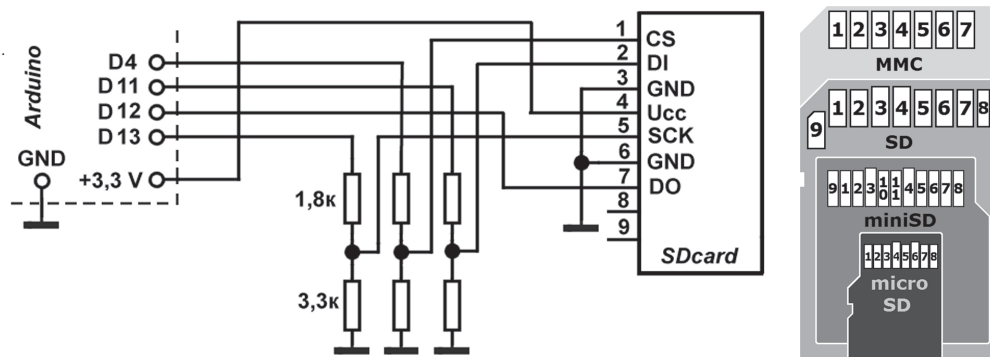
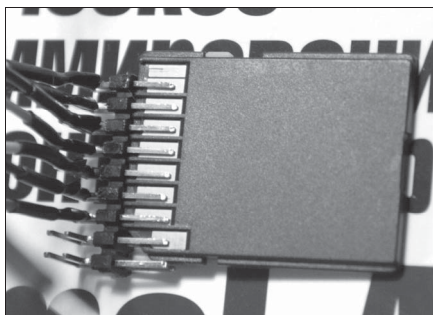

Рис. 21.4. Схема переходника для SD-карты и нумерация выводов для карт разных типов
Рис. 21.5. Самодельный отладочный разъем для SD-карты
Первая проблема заключается в подключении SD-карты к схеме. Конструкция SD-карт предполагает упаковку их в корпуса различных габаритов, потому приходится подбирать стандартные «шилды» именно под тот корпус, который имеется, или запастись переходниками. Решение это довольно громоздкое, потому, если вы не найдете готовой малогабаритной платы, можно сделать самодельный переходник по схеме, показанной на рис. 21.4. Здесь контакт «выбор кристалла» (CS) подключен к выводу 4 платы Arduino (в расчете на стандартную библиотеку SD, которая входит в поставку Arduino), но, разумеется, можно задействовать и любой другой, который позволяет выбранная библиотека.
Для беспрепятственной вставки и извлечения карты, вообще говоря, необходимо специальное гнездо — если вы посмотрите на изображения карт разных типов на рис. 21.4, *справа*, то увидите, что у многих контакты размещены тем или иным нестандартным способом (и частично с нестандартным шагом — у карт обычного размера, например, шаг 2,5, а не привычные 2,54 мм). Если специального гнезда
Для отладочных целей можно такой разъем сделать из двухрядного PLD с шагом 2,54 мм, если аккуратно подогнуть его выводы друг к другу (рис. 21.5). Контакт 8, который, как можно видеть на рис. 21.4, размещен к соседнему ближе остальных, не понадобится.
Сигнальные выходы платы Arduino, работающей от напряжения 5 В, придется развязать от входов карты делителями, как показано на рис. 21.4. Для них годятся любые пары резисторы в пределах 1–10 килоом, в соотношении верхнего плеча к нижнему примерно 1:2.